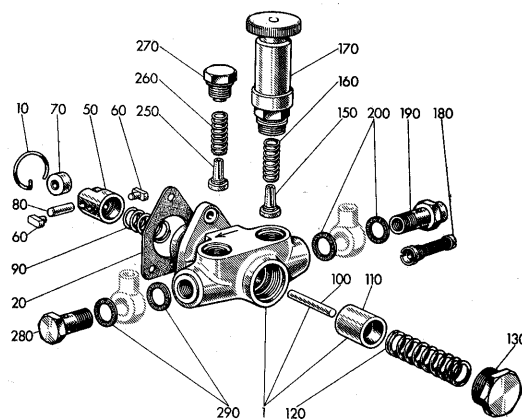

Fig. 17. Fødepumpe (uden slamsamler).
er en stempelpumpe monteret på og drevet fra indsprøjtningspumpen. Fødepumpen findes i to udførelser - med og uden slamsamler. I fig. 17 er vist typen uden slamsamler - den har et lille filter indbygget i skruen (280). Bortset fra slamsamleren er pumperne iøvrigt identiske.